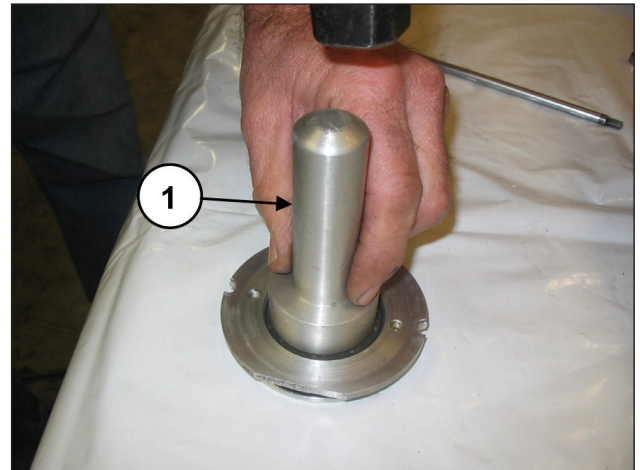

Abb. 174
Montieren Sie den Ölabbstreifring in den Ölabbstreifring-Deckel (Pos. ①, Abb. 174) mithilfe eines Dorns Art. 27910900.